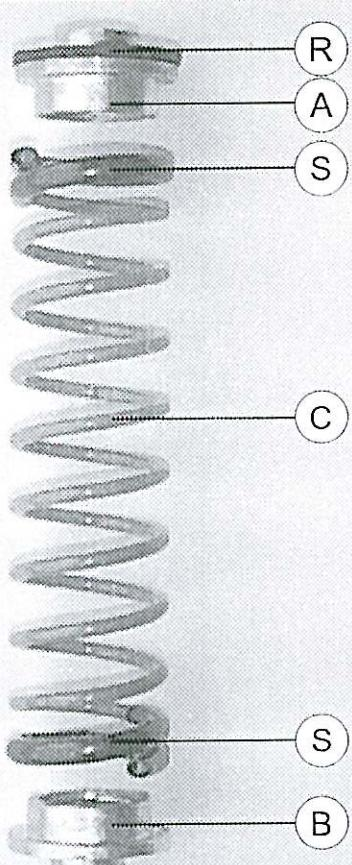

Fig.1.
4. Montieren Sie die Niveaufeder **C** mit Schlaug **S** auf Federteller **B**, montier Federteller **A** und Gummi **R** auf die Niveaufeder **C**. Federteller **A** ist der Federteller mit der Größte Durchmesser oben. Siehe Bild 1.
- Montez le ressort auxiliaire C avec le flexible S sur le support de suspension B, montez le support de suspension A et le silencieux R sur le ressort auxiliaire C. Le support de suspension A est celui qui présente le plus grand diamètre sur le dessus, voir fig. 1.
- Placera hjälpfjäder C med isolering S på fjädersäte B, placera fjädersäte A och gummi R på hjälpfjäder C. Fjädersäte A är det fjädersäte som har största diamenten uppåt. Se fig 1.